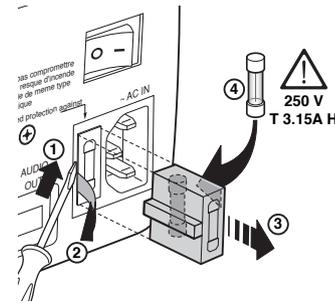

Fig. 4
- Sostituire il fusibile di protezione posto sulla presa rete con uno di uguale tipo e caratteristiche (T 3.15A H) (Fig. 4).